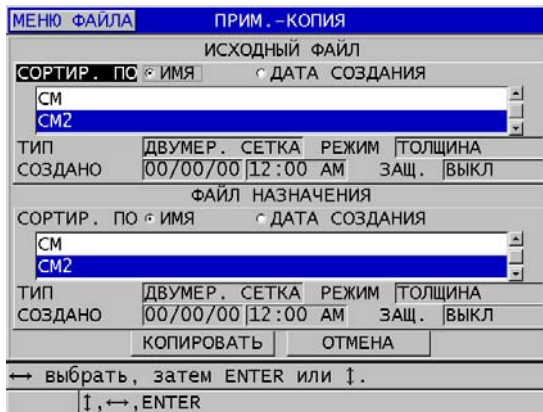

Рис. 11-25 Копирование таблицы примечаний из одного файла в другой
3. В окне **ПРИМ-КОПИЯ** (см. Рис. 11-25 на стр. 204):